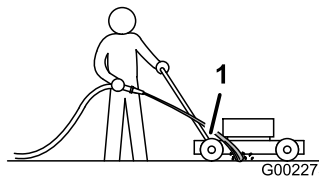

Рисунок 27
3. Удерживайте садовый шланг с включенной подачей воды на уровне рукоятки, направляя поток воды на землю непосредственно перед правым задним колесом (Рисунок 27).